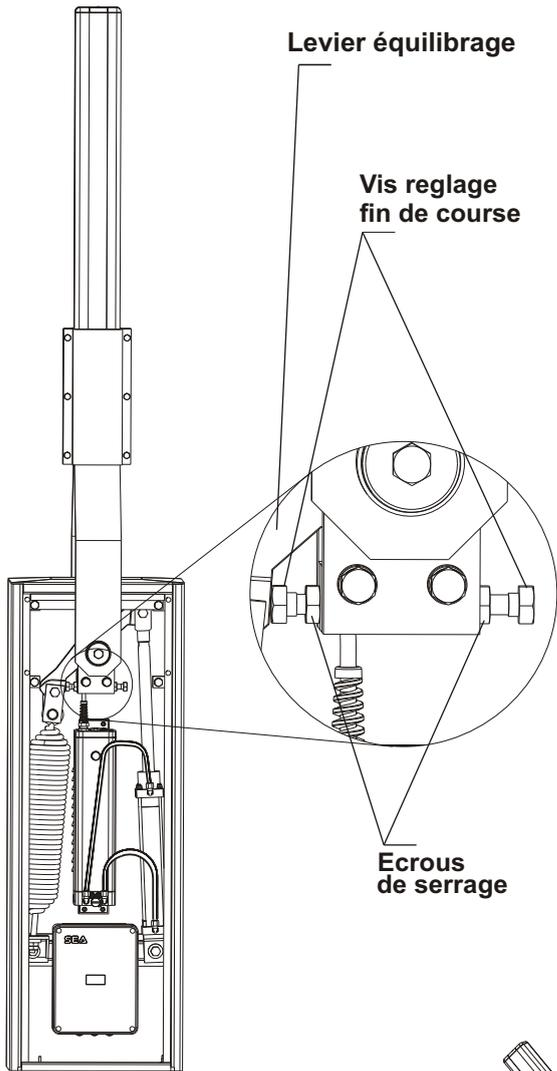

Fig.15
- Déverrouiller les vis de fin de course en dévissant les écrous de serrage serrés sur le porte levier d'équilibrage (Fig. 15).
- Dévisser ou visser les vis de fin de course jusqu'au point où la lisse se ferme en position parfaitement verticale en ouverture et en position parfaitement horizontale en fermeture (Fig. 15).